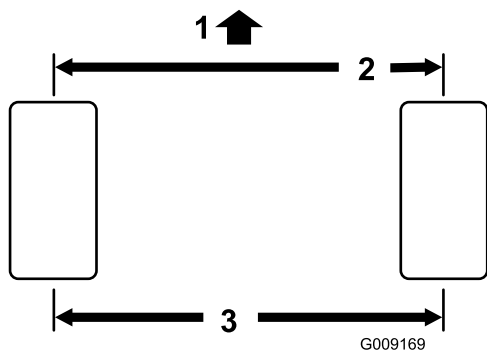

图 48
5. 以轮轴的高度为标准分别测出前轮的轮前距离和轮后距离图 48。